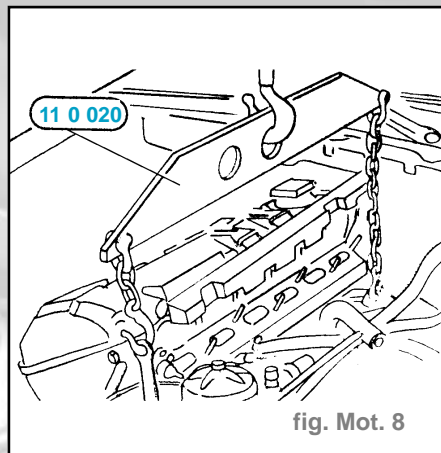

fig. Mot. 8
- Fixer le moteur sur l'outil spécial 11 0 020 (fig. Mot. 8).